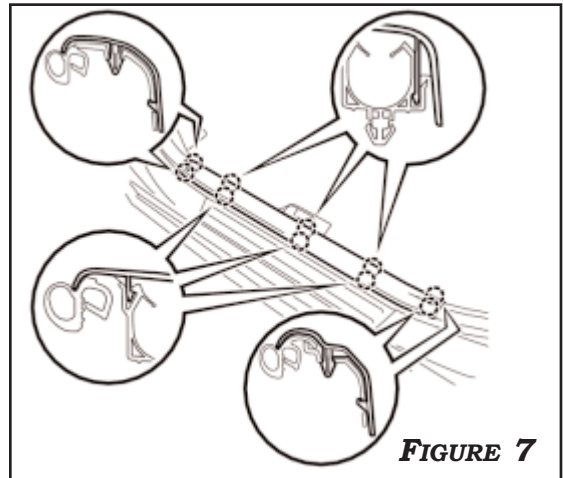

FIGURE 7
7. DISENGAGE CLIPS TO REMOVE DRIVER SIDE KICK PANEL AND FRONT DOOR SCUFF PANEL ASSEMBLY. **FIGURE 7**